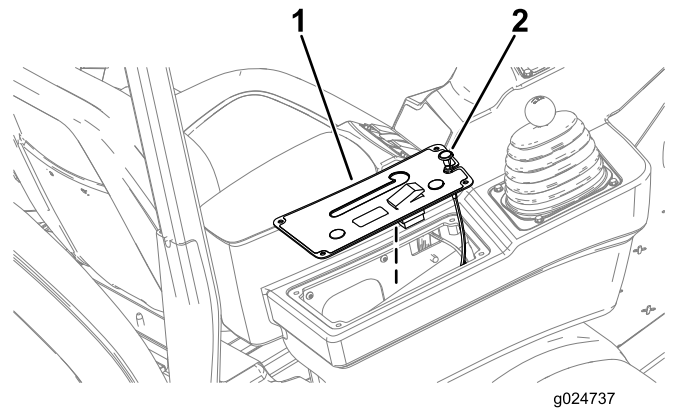

Figura 46
3. Levante la tapa del panel de control y el control del estérter (Figura 46).